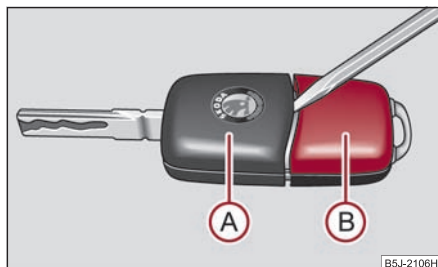

Abb. 33 Schlüssel mit Funk-Fernbedienung trennen
Jeder Funkschlüssel enthält eine Batterie, die im Deckel **B** des Sendergehäuses untergebracht ist \Rightarrow Abb. 33. Wir empfehlen Ihnen, die Schlüsselbatterie von einem Fachbetrieb wechseln zu lassen. Falls Sie jedoch die verbrauchte Batterie selbst wechseln wollen, gehen Sie wie folgt vor:
- Hebeln Sie das Schlüsselteil **A** \Rightarrow Abb. 33 vorsichtig mit einem Schraubendreher vom Sendergehäuse **B** ab.